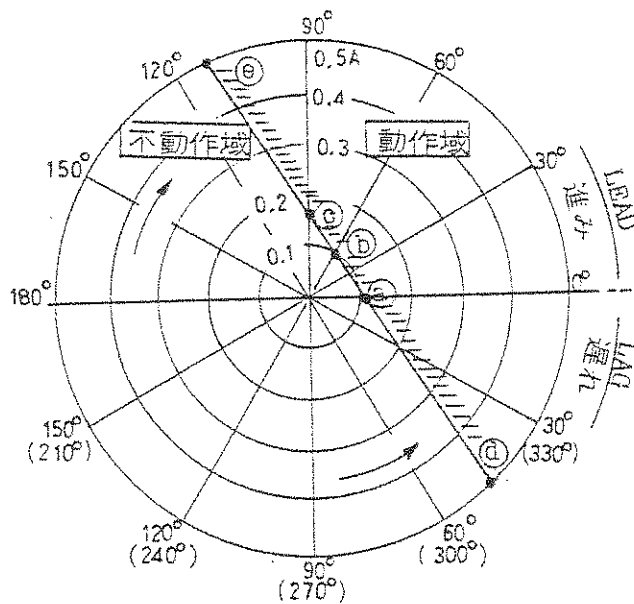

図2 位相特性図
- (4) 電圧（電流）切換スイッチは300Vレンジにし、電圧（電流）調整つまみで定格電圧の190Vに設定します。
- (5) 位相調整つまみで位相計の指示を 0° に合せます。（P7参照）
- (6) 電流切換スイッチを0.3 [A] レンジにし、電流調整つまみを静かに回し、（時計方向）、電流を増加させて継電器が動作する電流が、最小動作電流です。（図2のa点）
- (7) 同様に進み 60° 、 90° に於ける最小動作電流を求め、プロットします。（図2のb, c点）
- (8) 位相調整つまみで位相計の指示を不動作域（進み 170° 付近）に合せます。（P7参照）
- (9) 電流切換スイッチを0.6 [A] レンジにし、電流調整つまみを静かに回して、電流0.5 [A] 流します。
- (10) 位相調整つまみを不動作域（進み 170° 付近）から動作域に静かに回し、継電器が動作する位相角を測定し、プロットします。
(図2のe点)
- (11) 同様に図2（位相特性図）のd点を求めてプロットし、グラフに描きます。
- (12) 試験終了したら、動作確認スイッチをOFFにし、電源スイッチをOFFにします。